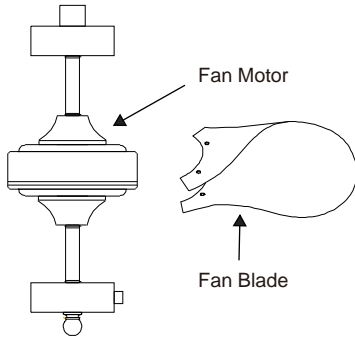

Fig. 1
Step 1. Take out the fan motor and fan blades from the box (Fig. 1).